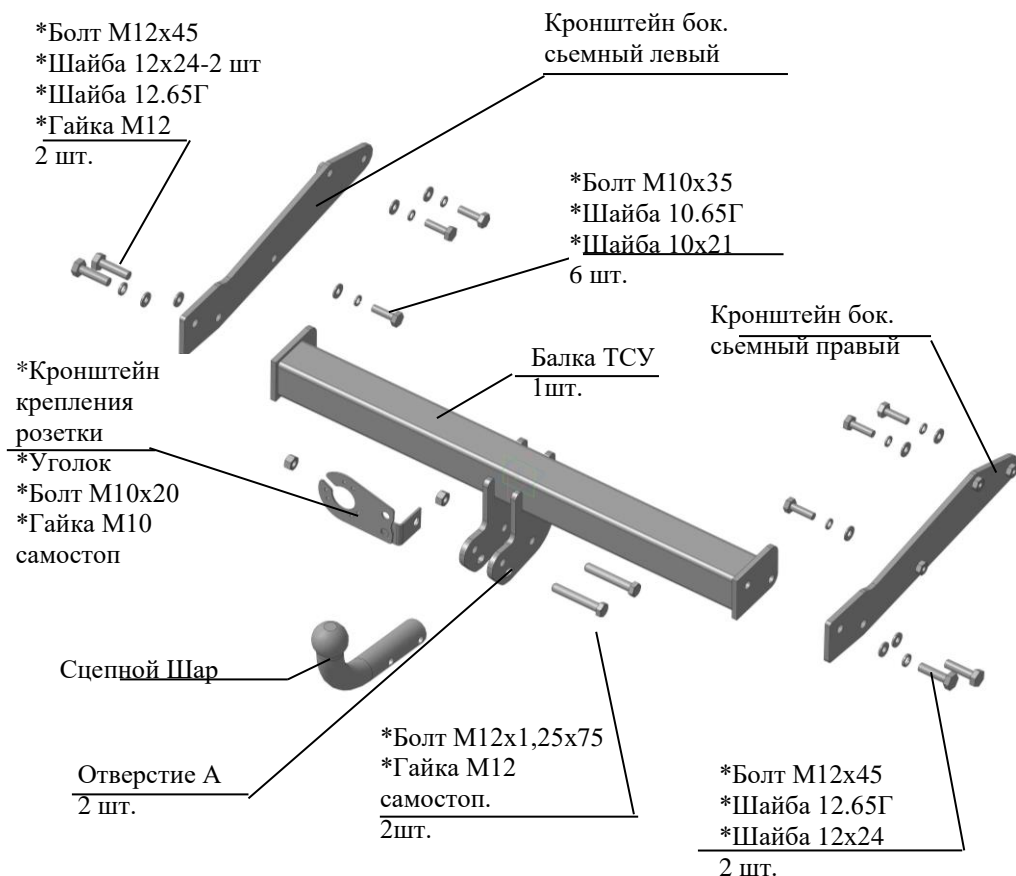

Рис.1 Тягово-сцепное устройство 9180
2.1 ТСУ 9180 в сборе (рис.1)	1 шт.
2.2 Пакет с комплектующими (см. рис.1)	1 шт.
4.2 Установить кронштейны боковые съемные левый и правый к внутренним полкам лонжеронов а/м и закрепить их болтами М10х35 (в соответствии с рис.1). Крепеж не затягивать.
4.3 Установить балку ТСУ между боковыми кронштейнами и закрепить болтами М12х45 и крепежом (в соответствии с рис.1).
Закрепить сцепной шар и кронштейн крепления розетки к кронштейнам шара болтами М12х1,25х75 (в соответствии с рис.1) (предварительно кронштейн розетки скрепить с уголком болтом М10х20 и гайкой М10 самостоп).